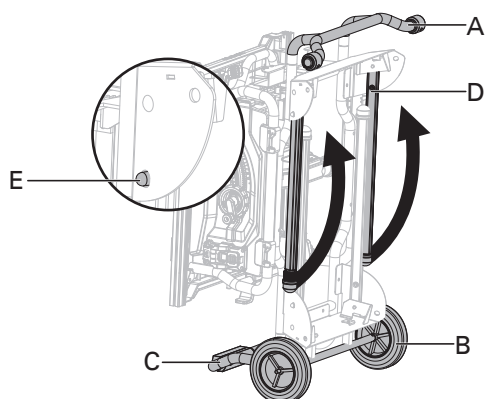

Fig. 3a
APERTURA DEL SOPORTE (Fig. 3a-3d)
- Agarre el asidero I (A) e incline la sierra hacia las ruedas hasta que el soporte quede equilibrado en las ruedas (B) y el conjunto del caballete de soporte (C) (Fig. 3a).
- Saque hacia fuera las dos patas de soporte inferiores (D) (ubicadas en el lateral de la rueda). Para ello, presione las clavijas de bloqueo (E) hasta que desbloqueen las patas de soporte (D) de los orificios y, luego, oscile las patas de soporte (D) hacia arriba hasta que las patas de soporte (D) se bloqueen con las clavijas de bloqueo (E) y encajen en los orificios (Fig. 3a).